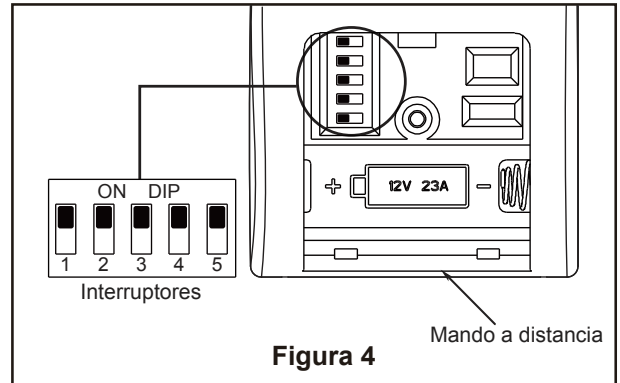

Figura 4
3. Conecte los conductores verdes de la abrazadera para colgar y la varilla al conductor desnudo (a tierra) con el conector de cables. Conecte el conductor negro de la unidad receptora marcado "AC IN L" al conductor negro de alimentación con el conector de cables. Conecte el conductor blanco de la unidad receptora marcado "AC IN N" al conductor blanco de alimentación con el conector de cables. Conecte el conductor blanco de la unidad receptora marcado "TO MOTOR N" al conductor blanco del ventilador con el conector de cables incluido con la unidad receptora. Conecte el conductor negro de la unidad receptora marcado "TO MOTOR L" al conductor negro del ventilador con el conector de cables que se adjunta con la unidad receptora. Finalmente, conecte el conductor azul de la unidad receptora al conductor azul de la iluminación del ventilador con el conector de cables que se adjunta con la unidad receptora. (Figura 4)
Instale el conector 2 de pasadores desde unidad de luz LED conexión a la unidad del motor. (Figura 4)
4. Para configurar el código del mando a distancia a las mismas posiciones que en el receptor. Mueva los interruptores de código hasta colocar el código de selección en la posición arriba o abajo. Con un destornillador pequeño o con una lapicera (no se incluye) deslice firmemente hacia arriba o hacia abajo. (Figura 4)